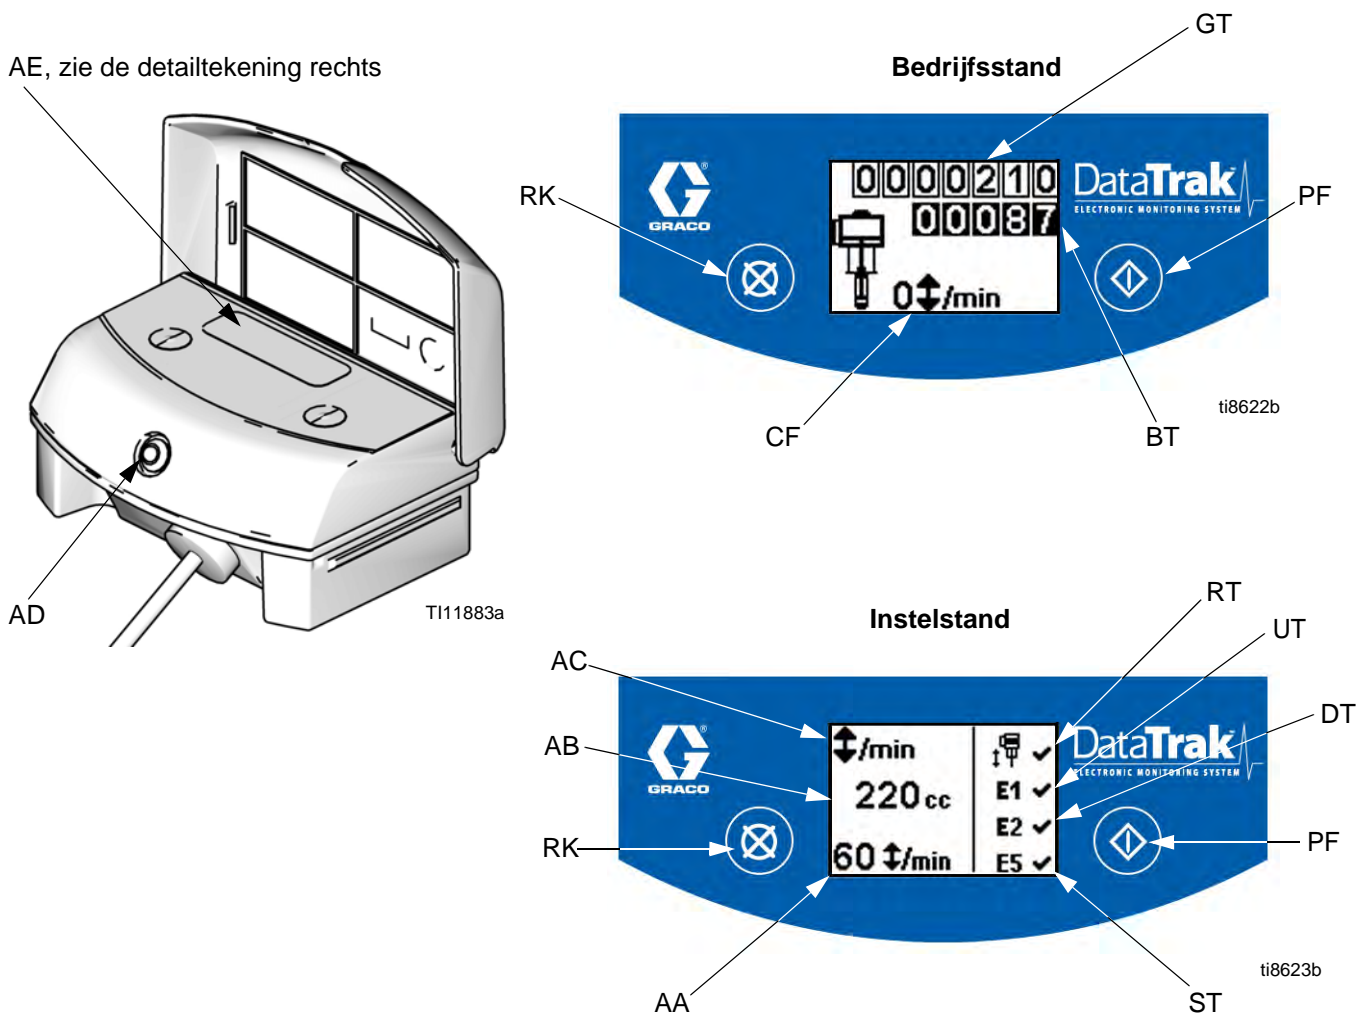

FIG. 7. DataTrak-besturing en -indicatoren
Legenda voor FIG. 7
1. Zie FIG. 7. Houd de knop  gedurende 5 seconden ingedrukt tot het instelmenu getoond wordt.
OPMERKING: Wanneer de overtoerenfoutcodes E1, E2 en E5 zijn ingeschakeld, verschijnt  in het instellingenscherf. Zie FIG. 7.
1. Zie FIG. 7. Als overtoeren van de pomp voorkomt, zal het overtoerenventiel ingeschakeld worden, waarna de pomp tot stilstand gebracht wordt. De LED (AD) zal knipperen en het scherm (AE) zal een overtoerentoeestand aantonen (zie Tabel 1). Het scherm zal beurtelings de zes instructieschermen tonen.
3. Overtoerenschermen 3 en 4: Na het ontlichten, drukt u op de ontlastknop voor de magneetklep (J) om het luchtventiel te resetten. De knop wordt teruggedrukt wanneer er weer druk op het luchtventiel wordt uitgeoefend.
5. Open het hoofdvluchtventiel (E) om de pomp opnieuw te starten.
OPMERKING: Als u de overtoerencontrole wilt uitschakelen, schakelt u naar de instelmodus en geeft u een overtoerenwaarde van 0 (nul) op of schakelt u (RT) uit  (zie FIG. 7).
1. Zie FIG. 7. Ga naar de vul-/spoelmodus, druk op eender welke toets om het scherm op te roepen, druk dan op . Het vul-/spoelsymbool zal op het scherm getoond worden en de LED zal knipperen
2. In de pomp-/spoelfunctie is de overtoerenbeveiliging uitgeschakeld en de batchteller (BT) telt niet. De totaal teller (GT) gaat door met tellen.
Zie FIG. 7. Het laatste cijfer van de batchteller (BT) staat voor de tiende liters. Om de teller te resetten, drukt u op een willekeurige toets om het display te activeren.
Zie FIG. 7. Het scherm (AE) zal na 1 minuut inactiviteit in de bedrijfstand of 3 minuten in de instelstand uitgeschakeld worden. Druk op eender welke knop om het scherm op te roepen.
DataTrak kan verschillende problemen diagnosticeren bij de pomp. Wanneer de monitor een probleem detecteert, zal de LED (AD, FIG. 7) knipperen en zal een diagnosecode op het scherm getoond worden. Zie Tabel 1.